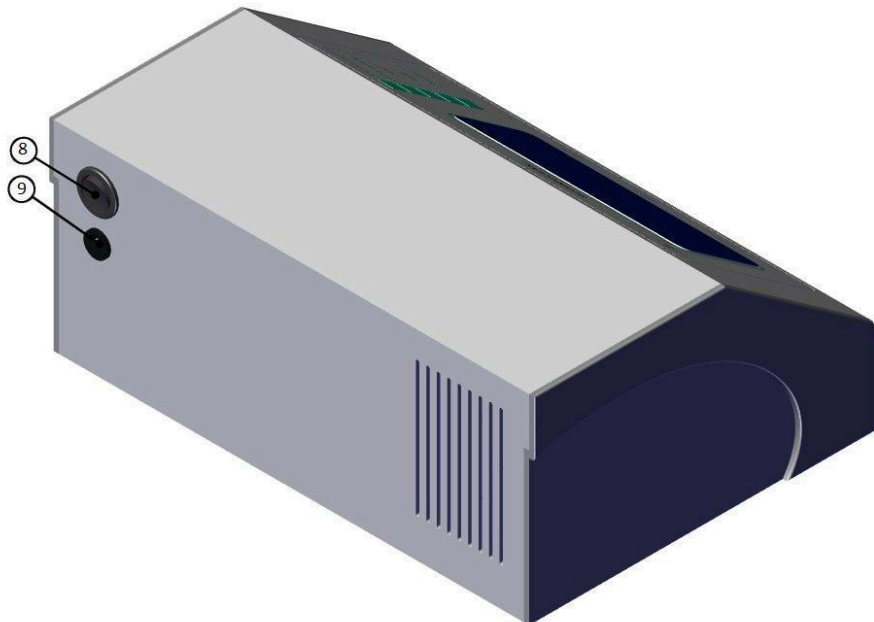

Figura 2. Painel Traseiro Scopeclean ECO
1. Retire a fonte de alimentação da embalagem e conecte o Plugue P4 na entrada da fonte de alimentação da lavadora (Ver item 9 da Figura 2).
Verifique se a Chave de Liga/Desliga (Ver item 10 da Figura 2) está desligada antes de conectar a fonte de alimentação à tomada. A chave desligada deverá estar pressionada para baixo.
Antes de começar a operacionalizar as funções da sua lavadora, o usuário deverá ligar a chave de liga/desliga pressionando-a para cima. A chave de liga/desliga fica localizada no painel traseiro (Ver item 8 da Figura 2). Após pressionar para cima, aguarde a inicialização da máquina.